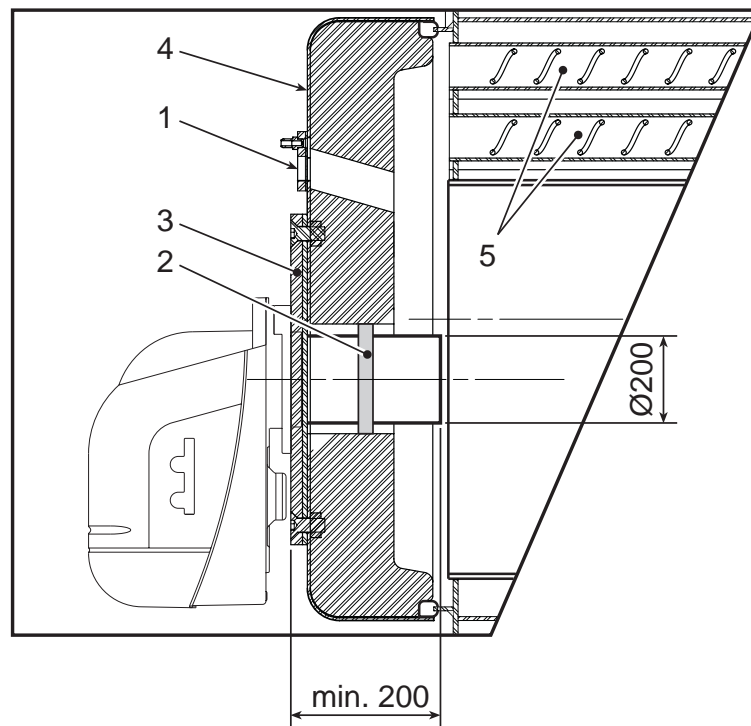

fig. 3
2.2 Ligação do queimador (fig. 3)